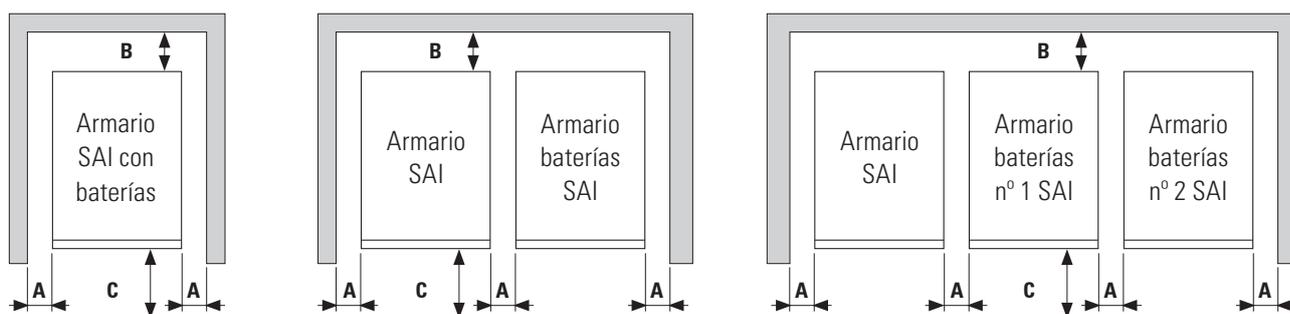

Fig. 21. Cotas mínimas periféricas para la ventilación del SAI.
- En la Fig. 21 se muestran, a modo de ejemplo, configuraciones compuestas por un único armario SAI: SAI con las baterías en su interior, SAI con un armario de baterías externas, y SAI con autonomía extendida con dos armarios de baterías externos.